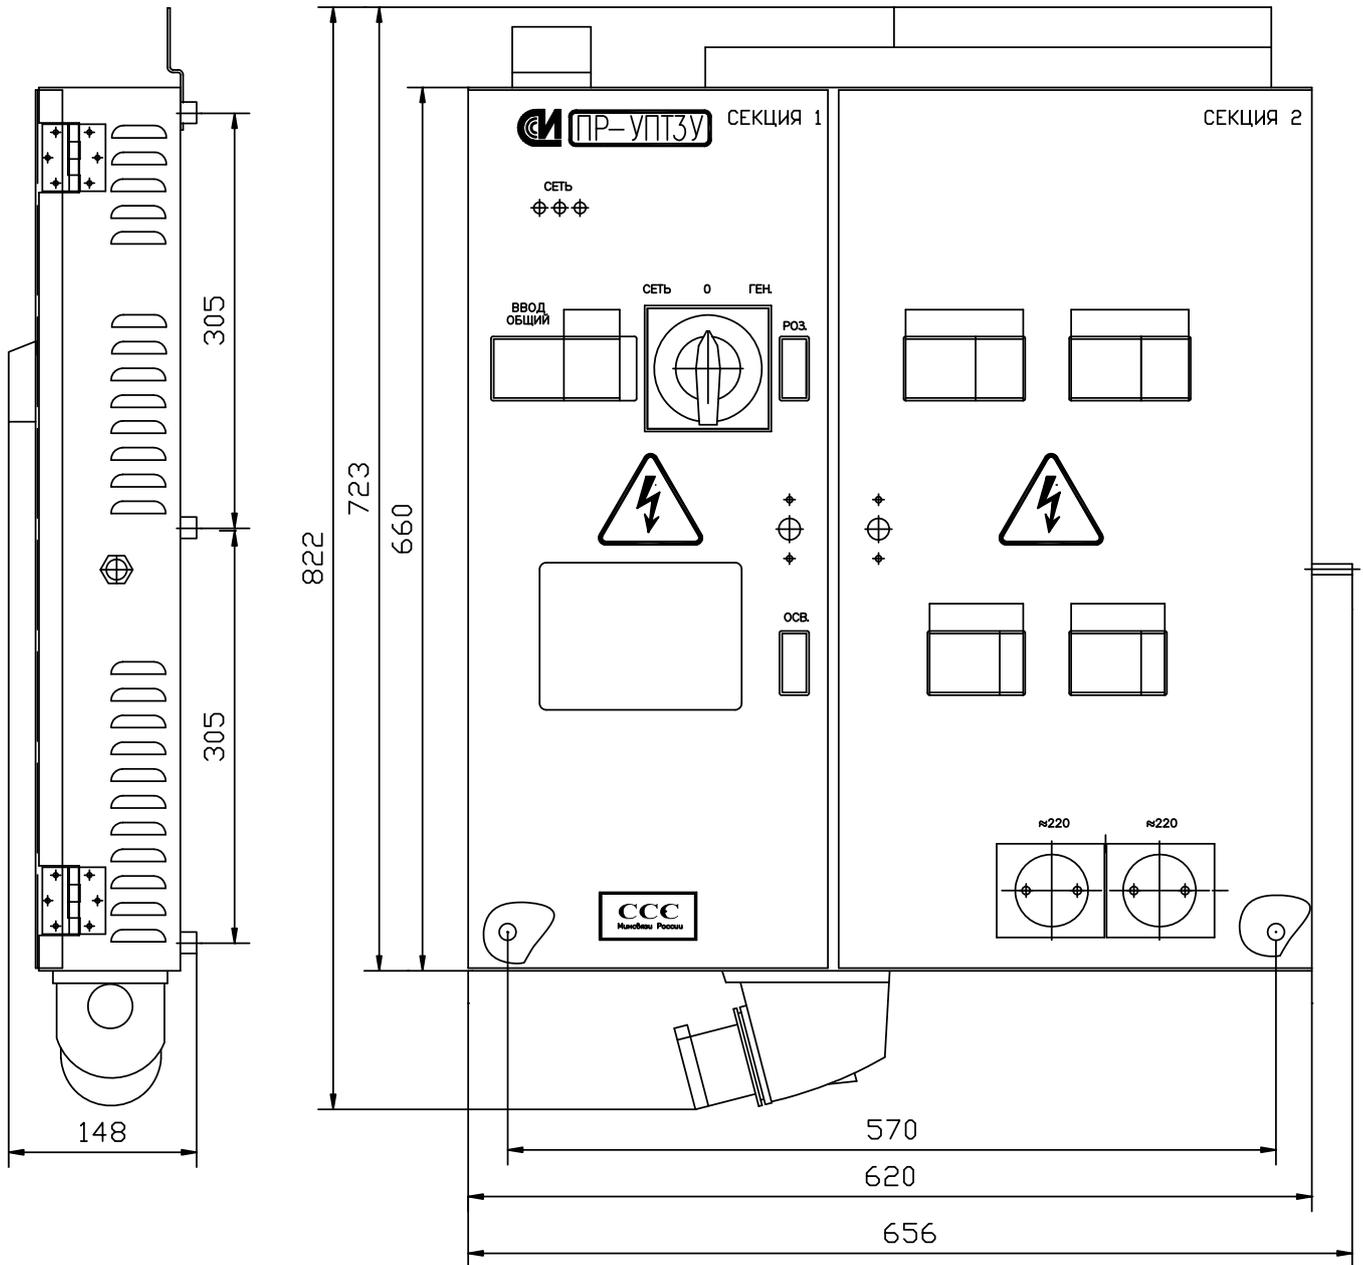

Рис. 1
2.6 Габаритно-присоединительные размеры панели указаны на рис. 1.